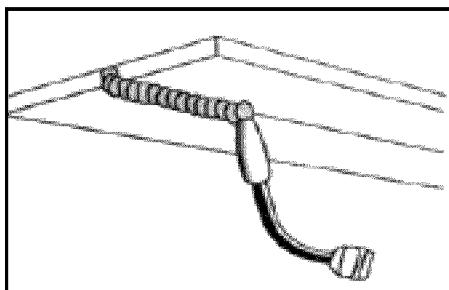

Fig. 13c
- **POSICIÓN SOBRE LA CABEZA:** es la posición para soldar más difícil. El ángulo A (vea "CÓMO SOSTENER EL SOPLÉTE") debe mantenerse a 60 grados. Mantener ese ángulo reduce las posibilidades de que caiga metal fundido dentro de la boquilla. El ángulo B debe mantenerse a cero grado, para que el alambre apunte directamente a la unión de soldadura. Si se produce un goteo excesivo del baño de fusión, seleccione una configuración de calor más baja. Además, el cordón de vaivén tiende a funcionar mejor que el cordón recto. (Fig. 13c)